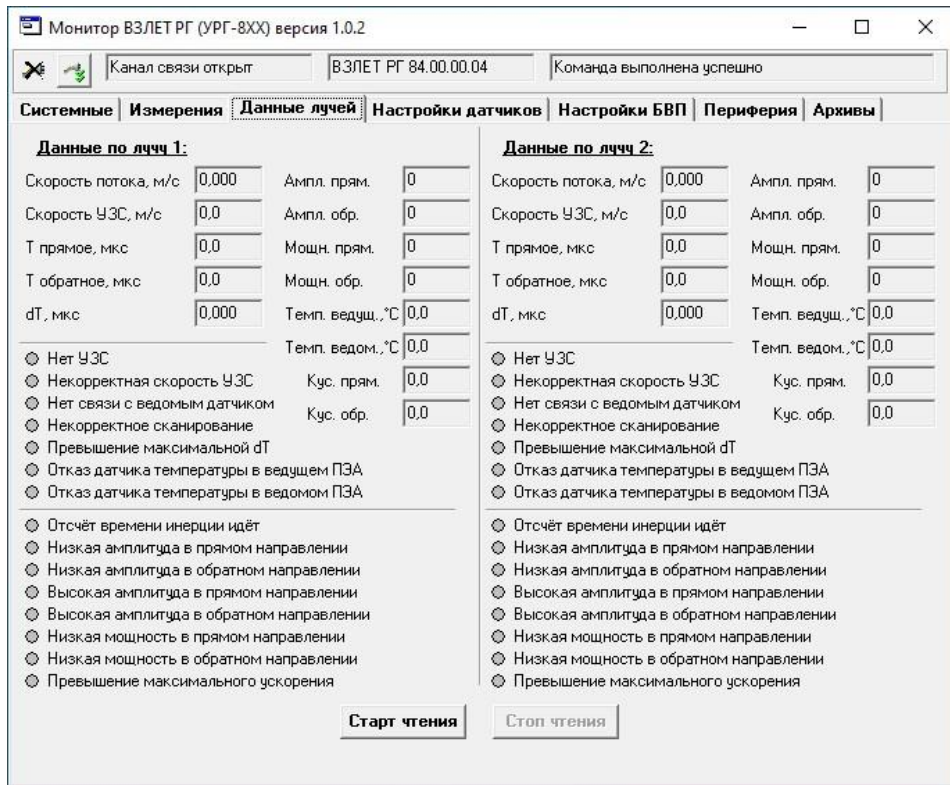

Рисунок 24 - Вкладка «Данные лучей»
6.5.1 В данной вкладке (рисунок 24) отображаются текущие данные ультразвукового сигнала по обоим зондирующим лучам, измеренная температура ПЭА Г, а также нештатные ситуации с датчиками (см. раздел 8 настоящего РЭ).